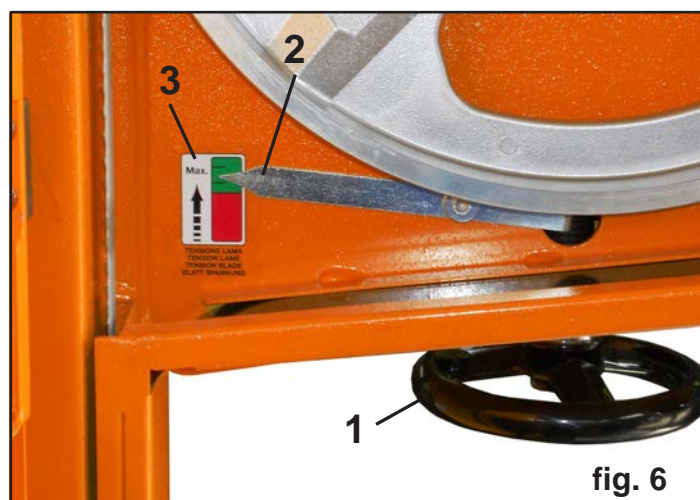

fig. 6
- Înainte de a porni utilajul, verificați dacă lama este sub tensiune (fig. 6)